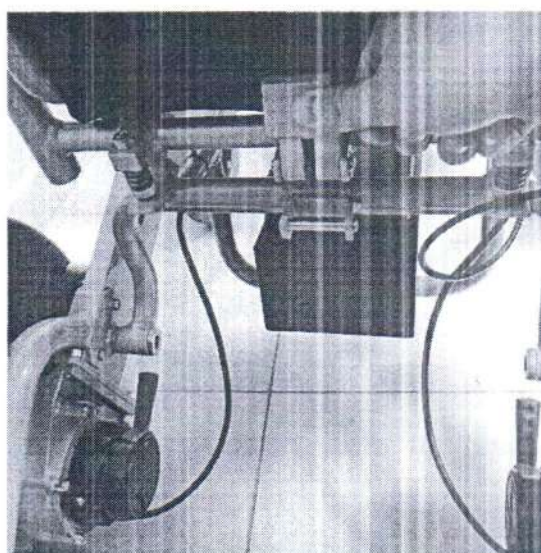

Рисунок 9
8.10.1 Для проведения транспортировки Кресла-коляски в автомобиле и удобства его длительного хранения оно может быть сложено в компактное состояние (рисунок 9а).
- открыть предохранительную защелку (рисунок 9), потянув её вверх на себя;
Рисунок 9а